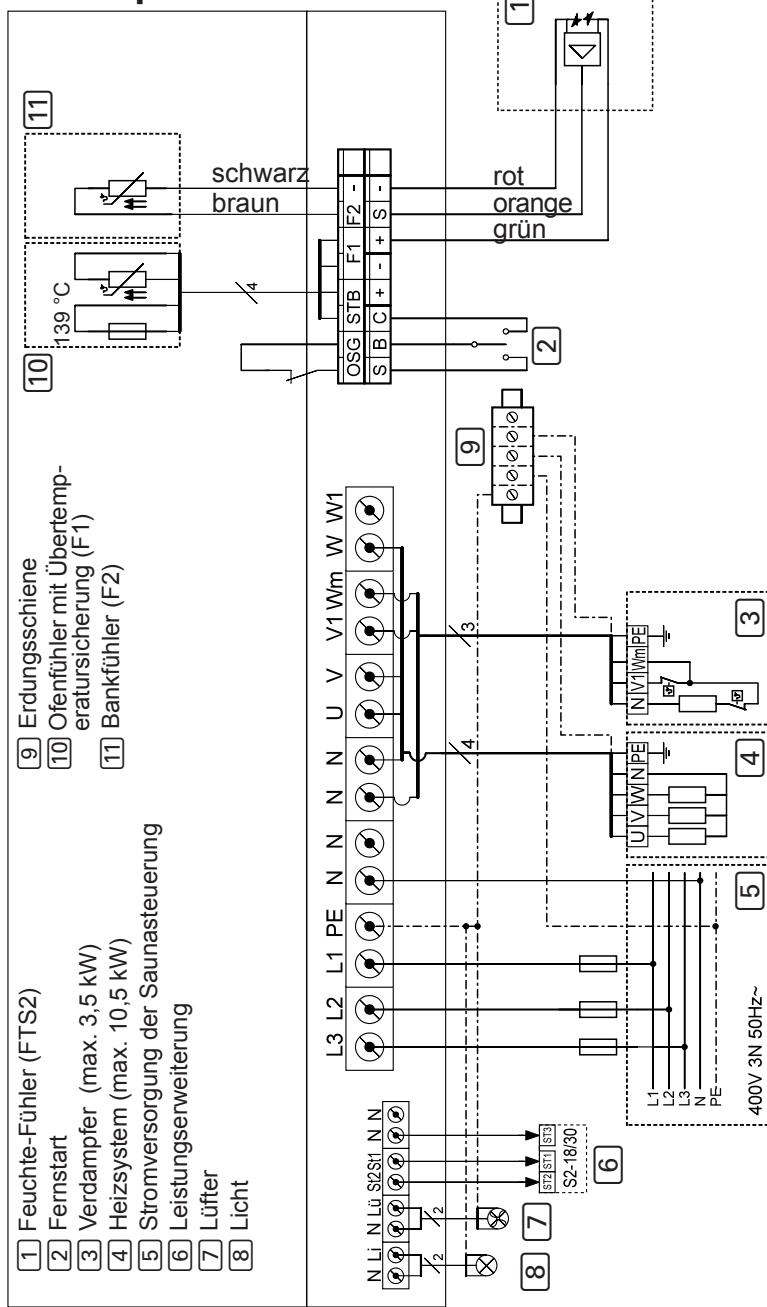

Abb. 4 Anschlussplan
- Beachten Sie den Anschlussplan (**Abb.4**) auf Seite **24**.